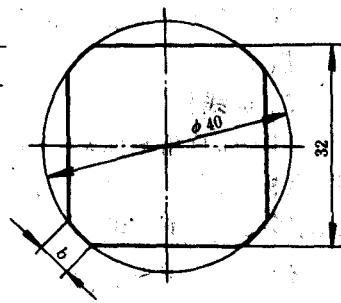

图 1-30 圆钢铣削四边
11. 如图 1-30 所示直径为 40mm 的圆钢,铣削后棱角宽 b 为多少?